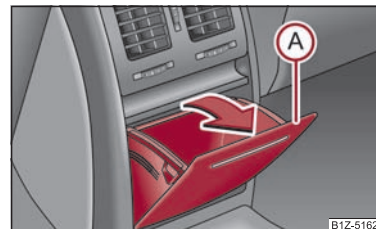

Fig. 99 Consola centrală spate: Compartimentul de depozitare
- Deschidei compartimentul trăgând de marginea de jos (A) în sensul săgeii ⇒ fig. 99.